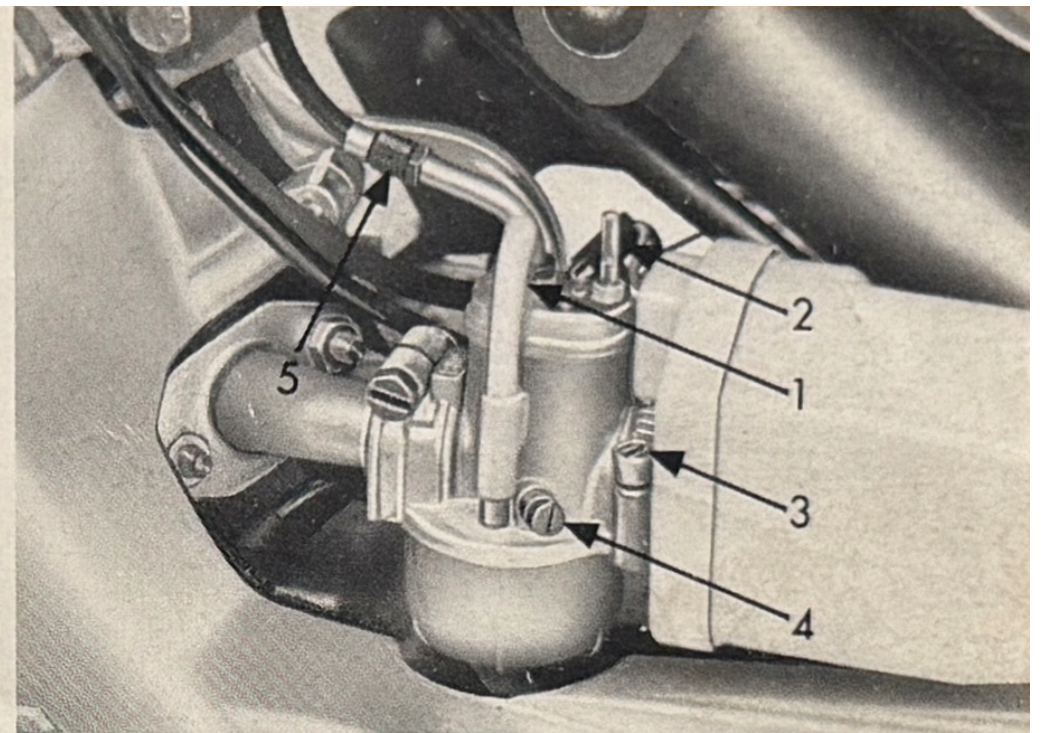

Bild 7
- 16 = Tupfer bzw. Startschieber am Vergaser (verdeckt, s. Bild 7)
muß der Kaltstartstift (s. Bild 7/2) niedergedrückt, der Tupfer betätigt werden, und der Gasdrehgriff (1/5) ist etwa $\frac{1}{4}$ seines Öffnungswegs (bis zum fühlbaren „Druckpunkt“ des Kaltstartschiebers) zu öffnen. Dann ist die Zündung einzuschalten und der Deko-Hebel (1/1) zu ziehen, das vorher nach oben gestellte Pedal (1/7) kräftig nach unten zu treten, der Deko-Hebel kurz vor unterster Stellung des Pedals loszulassen. Der Motor springt dann an. Wird nun der Drehgriff wieder bis zum Anschlag geschlossen, so läuft der Motor im Leerlauf (bei noch kaltem Motor muß der Gasdrehgriff evtl. kurze Zeit noch ca. $\frac{1}{4}$ geöffnet bleiben).